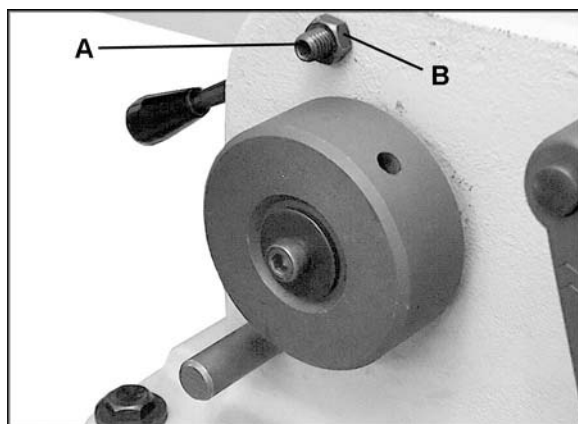

Figure 38
Il existe quatre vis de réglage à l'avant de la dresseuse, deux sur la table de sortie et deux sur la table d'alimentation, qui vous permettent de supprimer le "jeu" dans les tables. (La Figure 38 illustre l'une des vis de réglage de la table de sortie.)
Après une période d'utilisation, le bout de cuivre (voir élément #27, page 41) lié au bout de la vis de réglage (A, Figure 38) risque de se desserrer. Résolvez le problème de la manière suivante.
1. Desserrez l'écrou hexagonal (B, Figure 38) à l'aide d'une clé de 14 mm.
2. Serrez la vis de réglage (A, Figure 38) à l'aide d'une clé hexagonale de 5 mm. Ne serrez pas trop la vis de réglage, car cela risque d'empêcher la table de se soulever et de s'abaisser facilement.
3. Serrez l'écrou hexagonal (B, Figure 38).